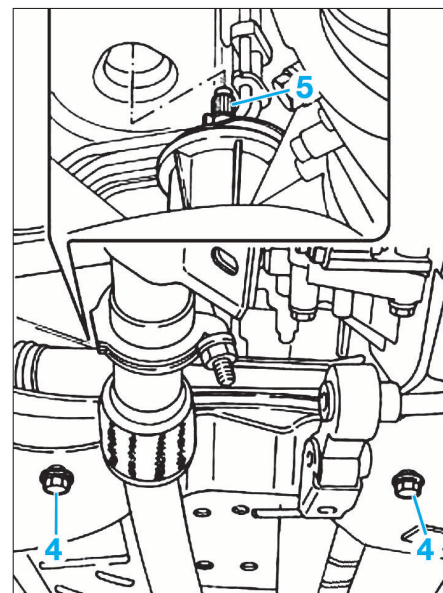

FIG. 12
- Déposer les vis de fixation (4) du boîtier de direction au berceau (Fig.12).
- Dégager l'élément rainuré (5) du boîtier de direction de la caisse avec précaution.